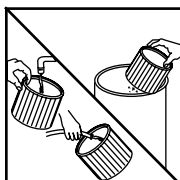

FIGURE 26, 27
37. Pour nettoyer la cartouche filtrante, la secouer ou enlever la poussière avec un pinceau ou une brosse, puis la rincer à l'eau (de l'intérieur vers l'extérieur). La laisser complètement sécher (environ 24 heures) avant de la réutiliser. **FIGURE 26, 27. REMARQUE :** Si la cartouche filtrante a été utilisée pour aspirer des déchets humides, la nettoyer et la laisser sécher avant de la réutiliser pour aspirer des déchets secs.